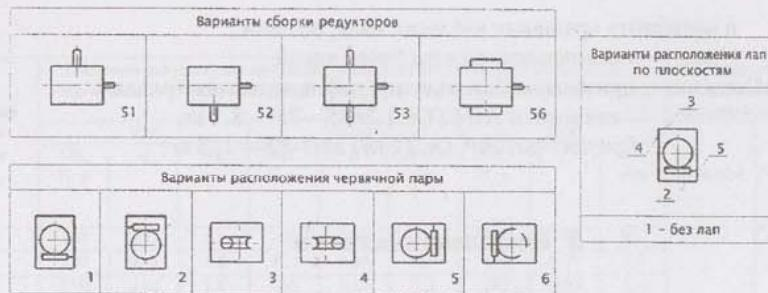

Рис.2. Варианты компоновки редуктора
- Конструкция редукторов обеспечивает варианты сборки 51, 52, 53, 56 ГОСТ 20373-80 (рис. 2).
- Редукторы для любого варианта сборки могут изготавливаться с лапами или без лап по вариантам установки, приведенным на рис. 2.